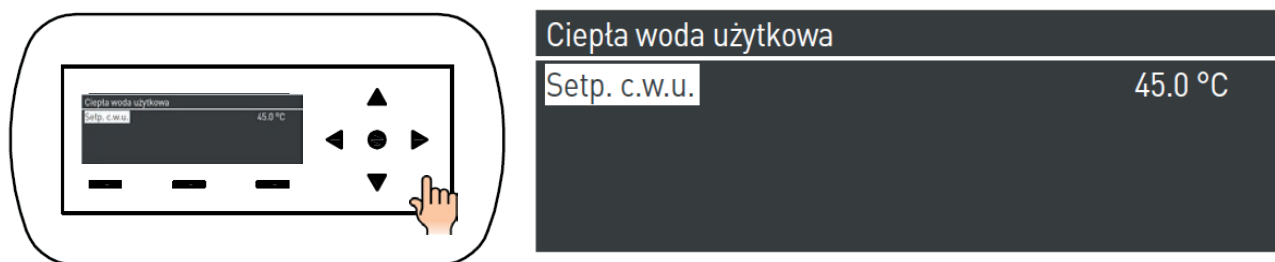

Rys. 29 Nastawy temperaturowe krzywej klimatycznej
- d. Parametry opisane w punkcie c. mogą zostać zmienione również z poziomu menu; Należy wejść do menu zgodnie z Rys. 26 *Menu Centralnego Ogrzewania*, dalej w Menu Krzywej klimatycznej (Rys. 28 *Menu Krzywej klimatycznej*), a następnie poruszając się strzałkami nawigacyjnymi po menu można modyfikować wartości nastaw (Rys. 29 *Nastawy temperaturowe Krzywej klimatycznej*),
- 12) W celu zarządzania dodatkowymi strefami grzewczymi, czy to podłączonymi do kotła zarządzanego czy do zestawu zewnętrznej strefy grzewczej należy zdefiniować krzywą grzewczą. W tym celu należy wejść do menu głównego (Rys. 6 *Lokalizacja przycisku MENU*) a następnie przyciskami nawigacyjnymi wejść do menu „External Zone Settings” (Rys. 32 *Programowanie dodatkowych stref grzewczych*). Po wejściu w menu można zmodyfikować krzywą grzewczą strefy (Rys. 29 *Nastawy temperaturowe krzywej klimatycznej*). W ten sam sposób należy postępować w przypadku strefy zależnej, czyli menu „Zależny Zone Settings”. Dostęp do Menu „External Zone Settings” oraz „Zależny Zone Settings” jest możliwy po wpisaniu hasła instalatora (Rys. 16 *Wprowadzanie hasła*). W celu poruszania się po menu krzywej pogodowej należy używać strzałek nawigacyjnych. W celu wyboru temperatury, która ma zostać zmodyfikowana należy zatwierdzić zakres środkowym przyciskiem nawigacyjnym a następnie modyfikować pozostałymi przyciskami. Po ustawieniu żądanej temperatury również należy nacisnąć środkowy przycisk nawigacyjny w celu zatwierdzenia.